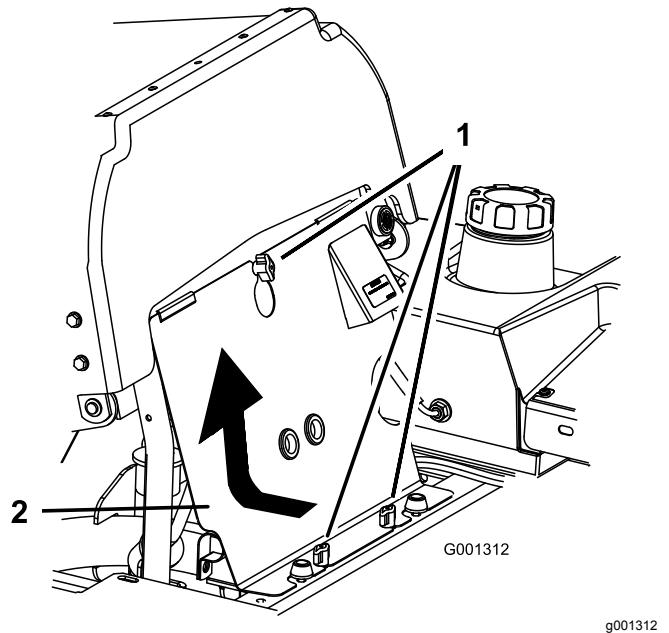

Figure 51
- Basculez le siège en avant et déposez le panneau avant du moteur (Figure 51).